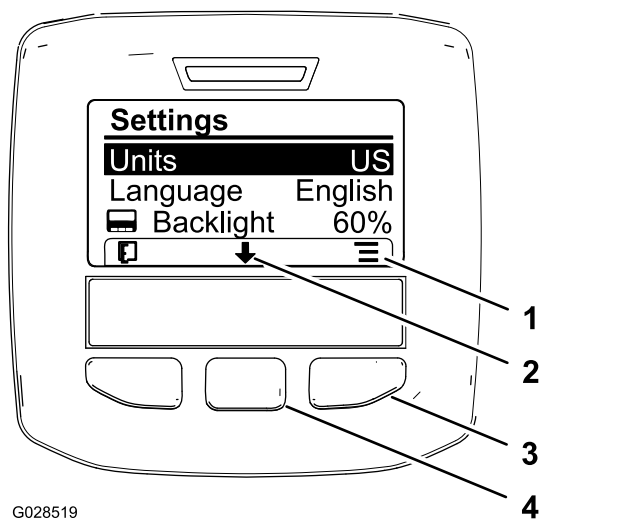

Figura 62
2. Para cambiar las unidades de medida, pulse el botón de selección derecho para cambiar la lista de unidades de medida (Figura 62).
3. Para cambiar el idioma usado en la pantalla, pulse el botón de selección central (el botón bajo el icono de flecha abajo en la pantalla) para mover la opción seleccionada hasta Idioma (Figura 62).
4. Pulse el botón de selección derecho (el botón situado debajo del icono de lista en la pantalla) para resaltar el idioma utilizado en la pantalla (Figura 62).
6. Pulse el botón de selección izquierdo para volver a la pantalla de Inicio (Figura 62).